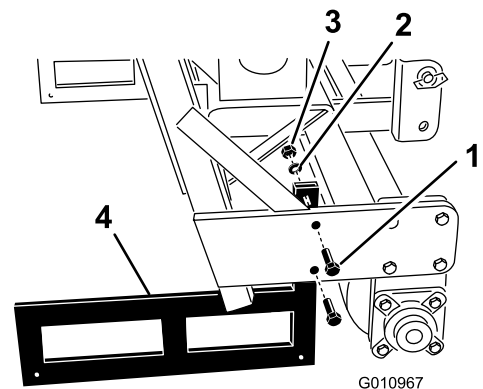

Bild 33
2. Entfernen Sie die Schrauben und Muttern, mit denen die Sicherheitsständer am Aerifizierer befestigt sind (Bild 33).